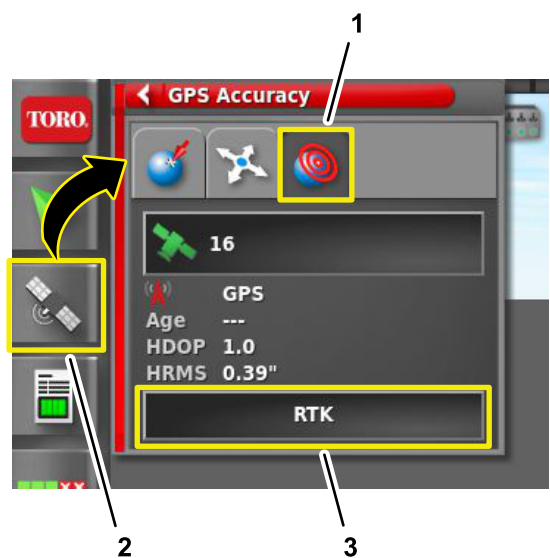

图 208
3. 在 GeoLink 控制台上按 GPS 信息图标图 208。